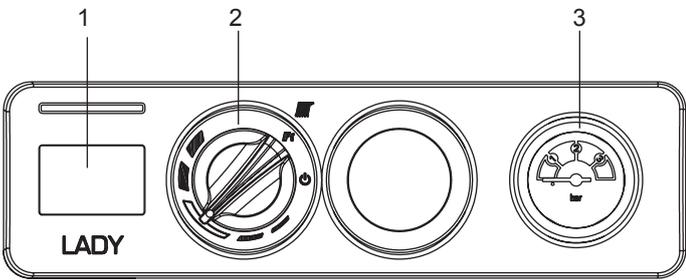

fig. 2.1a
- ruotare il selettore di funzione (2 - fig. 2.1a) nella posizione desiderata: